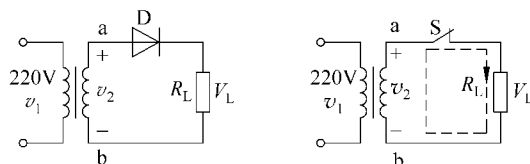

图 1-11 二极管导通等效电路
(1) 半波整流电路分析
① 当输入交流电时,经二极管半波整流后,输出一半的波形,其原因是因为当输入电压使二极管正偏时,二极管导通,导通的二极管相当于接通的开关,等效为如图 1-11 所示电路,负载上有电流而产生输出电压。
单相半波整流电路如图 1-11 所示,由电源变压器、整流二极管、负载组成。电源变压器是将市电(220V)降低到需要的电压值,负载用 R_L 等效。